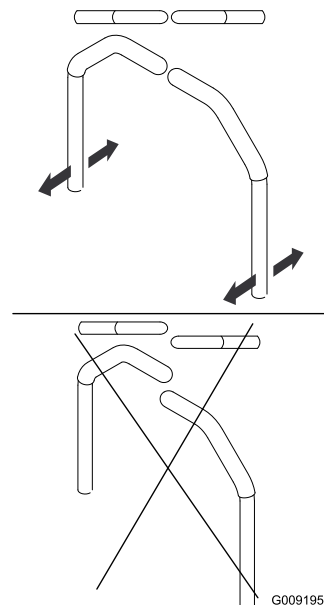

Figure 85
4. Réglez l'alignement avant/arrière des leviers en les plaçant tous deux à la position **POINT MORT**, puis faites-les coulisser jusqu'à ce qu'ils soient alignés, et serrez les boulons (**Figure 85**).